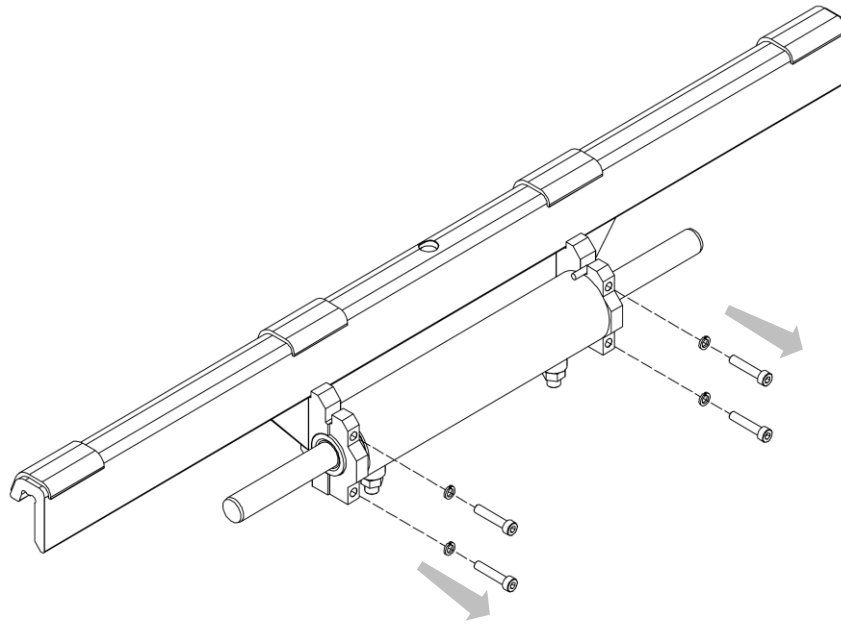

Figura 21
2. Svitare le quattro viti che fissano il semi-collare anteriore (vedi *Figura 21*).